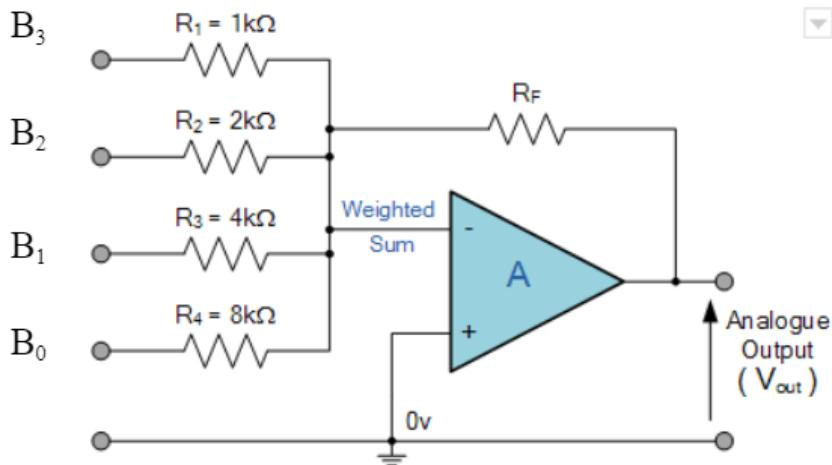

Figura 4: Conversor digital analógico de 4 bits.
4.4.1. Projete R_F no circuito da Figura 4 para que o conversor digital-analógico (DAC) de 4 bits apresentado excursionne uma saída analógica entre 0 V (quando a entrada estiver em 0000_2) e $|3,3\text{ V}|$ (quando a entrada estiver em
- 4.4.2. Monte o conversor DA de 4 bits mostrado na Figura 4. Utilize um R_F de valor comercial e, caso necessário, ajuste a tensão DC nos bits para que a saída excursione entre 0 e 3,3 V em módulo. (0,5 ponto)